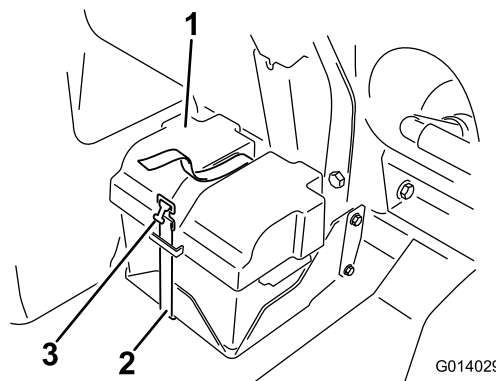
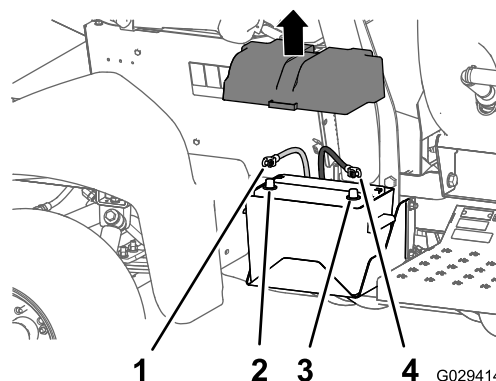

Figura 1
Figura 2
4. Staccate il coperchio della batteria e scollegate il cavo negativo (nero, di terra) dal polo della batteria (Figura 1 e Figura 2).
5. Staccate il cavo positivo (rosso) dal polo della batteria (Figura 2).